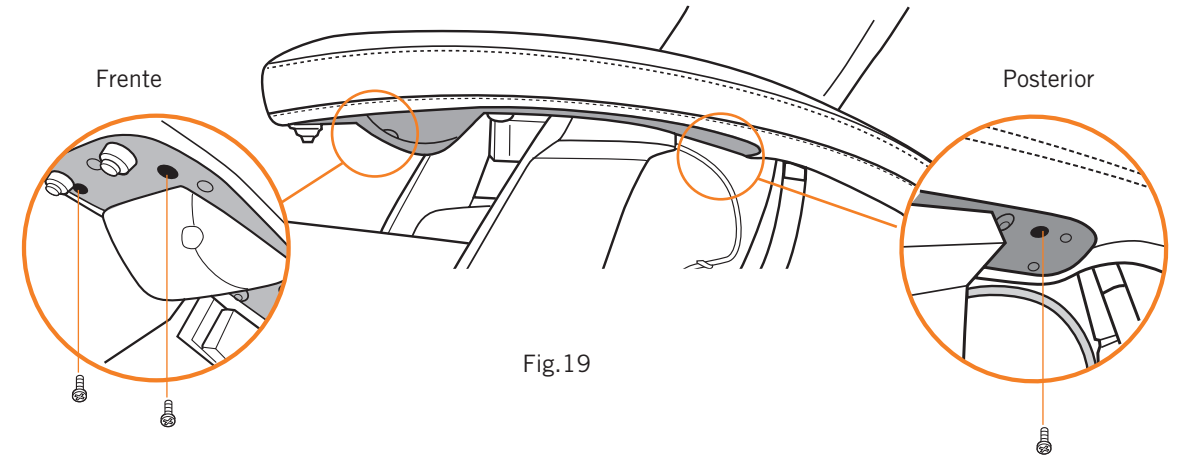

Fig.19
- Ejerza presión sobre la cubierta del apoyabrazos y asegure con ayuda del destornillador de cabeza Phillips y los tres tornillos suministrados (Fig.19).